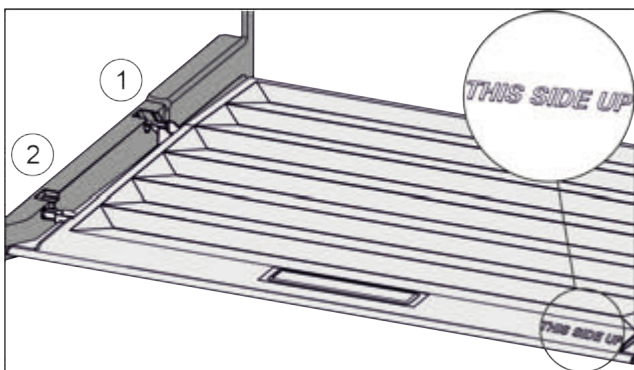

Fig. 92
- ▶ Вставити поперечні ребра через отвір заднього тримача Fig. 92 (1) і зафіксувати спереду у тримачі Fig. 92 (2).